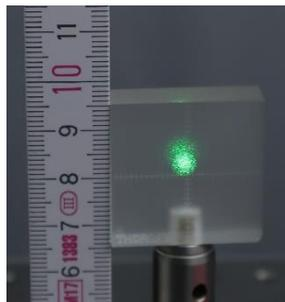

Abbildung 3: Höhenkalibrierung des Lasers
2. Stellen Sie die Höhe der Unterkante des Laserprofils sinnvoll ein. Die Höhe des Laserspots bis zum Ende des Breadboards sollte möglichst gleichbleiben (drehen Sie dafür an den Stellschrauben des Lasers). Dafür steht Ihnen das weiße Justiertool im Postholder zur Verfügung (s. Abb. 3). Des Weiteren sollte der Laserstrahl möglichst parallel zu den Löchern verlaufen.